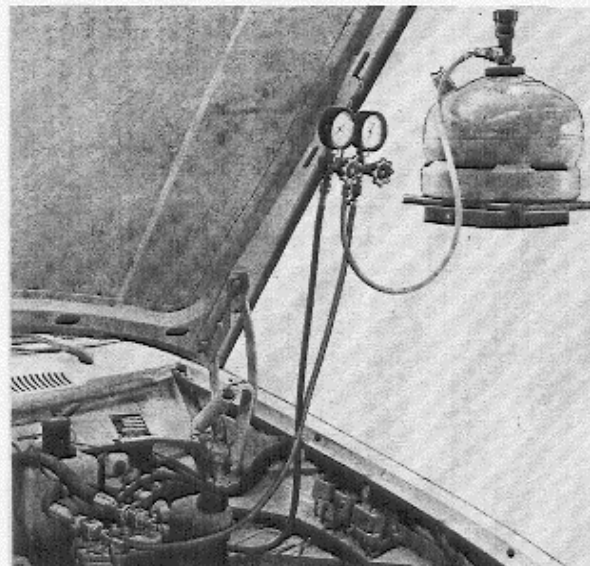

Abb. 8-48 Anschlußweise des Kältemittel-Nachfüllbehälters
1. Den weißen Schlauch vom Anschluß der Vakuumpumpe lösen und am Abfüllverschluß des Kältemittelbehälters anschließen (Abb. 8-48). **Hinweis!** Bei Füllung der Anlage darf der Kältemittelbehälter unter keinen Umständen flachliegen oder kopfgestellt werden. Der Behälter muß stets aufrecht stehen, da anderenfalls das Kältemittel in den Kompressor gesaugt wird und diesen beschädigen kann.